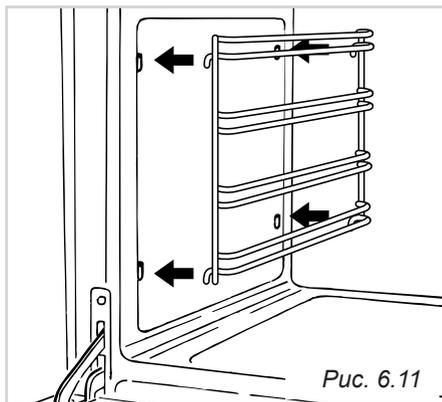

Рис. 6.11
- Вставьте боковые рамы в отверстия в боковых стенках духовки с внутренней стороны (Рис. 6.11).